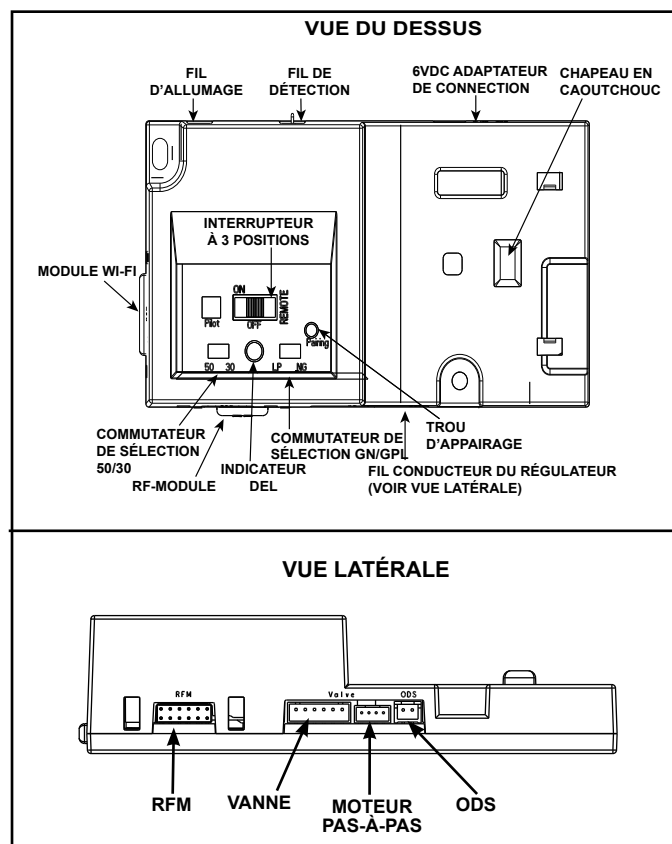

Figure 3.7 IFT-ECM 2.0
1. Le module de commande électronique (IFT2-ECM) est doté d'un sélecteur à trois positions « ON/OFF/REMOTE » (MARCHE/ARRÊT/DISTANT) qui doit être réglé pour un fonctionnement correct. Voir la figure 3.7. Lorsque vous changez la position, il est important de faire une pause de 1 à 2 secondes dans chaque position.